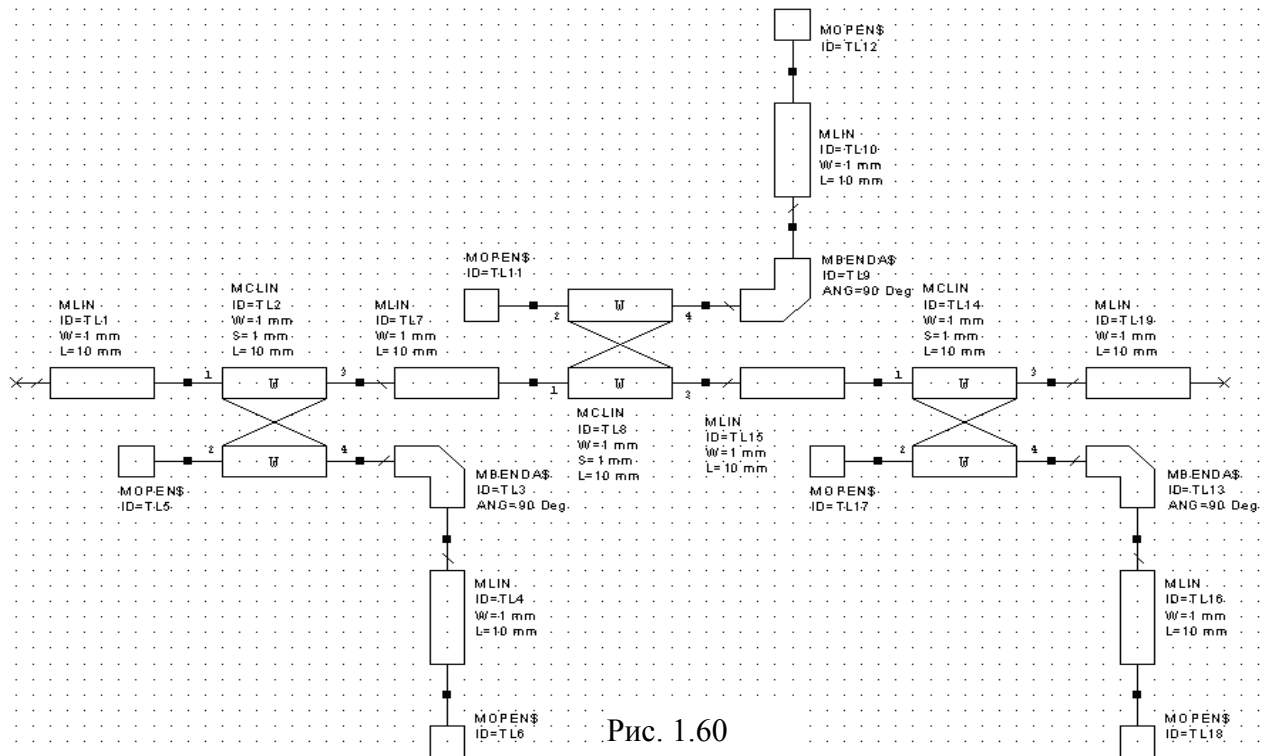

Рис. 1.60
5. Щёлкните по первому элементу **MLIN** полученной схемы, щёлкните по значку **Copy** и затем по значку **Paste** на панели инструментов. Подключите скопированный элемент отрезка линии к узлу 3 элемента **MCLIN** последнего резонатора. Полученная схема должна выглядеть, как показано на рис. 1.60. Напомним, что если при вставке элемента